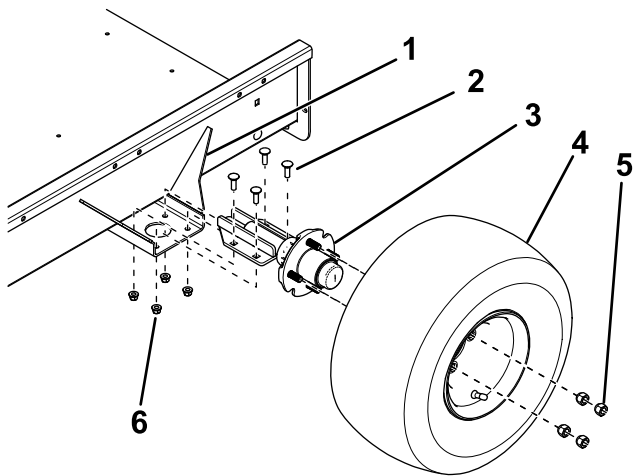

Figure 2
2. Avec les 4 boulons de carrosserie et les 4 contre-écrous, montez un essieu sur le côté supérieur des supports de montage, de chaque côté du plateau de la remorque, comme montré à la Figure 2.
3. Montez une roue sur chaque moyeu d'essieu à l'aide de 4 écrous de roue (Figure 2), et serrez les écrous à 108,5 N·m.
3. Réglez la position des supports de montage de l'essieu de manière que l'entraxe à l'avant des pneus soit inférieur d'environ 3 mm à l'entraxe à l'arrière des pneus (Figure 2).